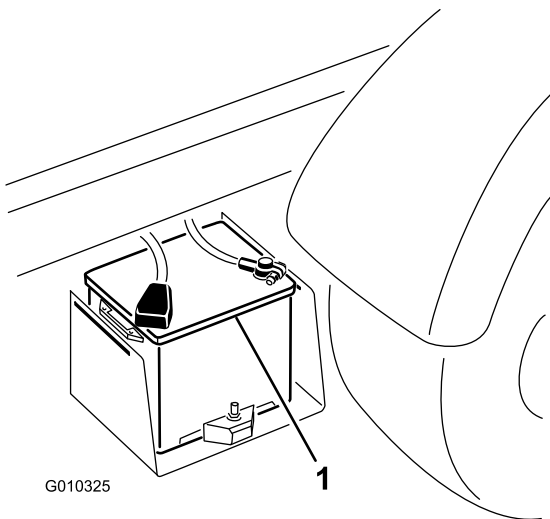

Figura 62
2. Conecte un cable de batería entre los bornes positivos de las dos baterías (Figura 62).